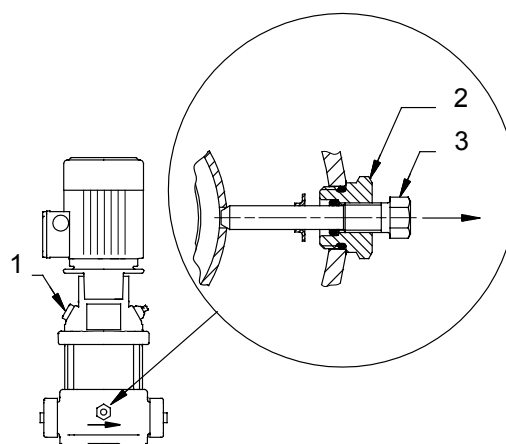

Рис. 3
2. Вывернуть резьбовую пробку (поз. 1) заливочной горловины в верхней части насоса, смотрите рис. 3.
2. Ослабить маленький винт перепускного клапана (поз. 3) и вытянуть его из стопорного приспособления до упора, см. рис. 3.